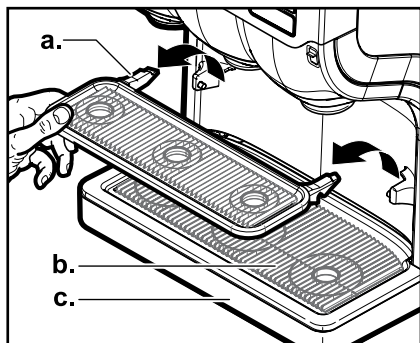

Fig. 27
2. Fjern kopbakken (a.), drypristen (b.) og drypbakken (c.). (Fig. 27)